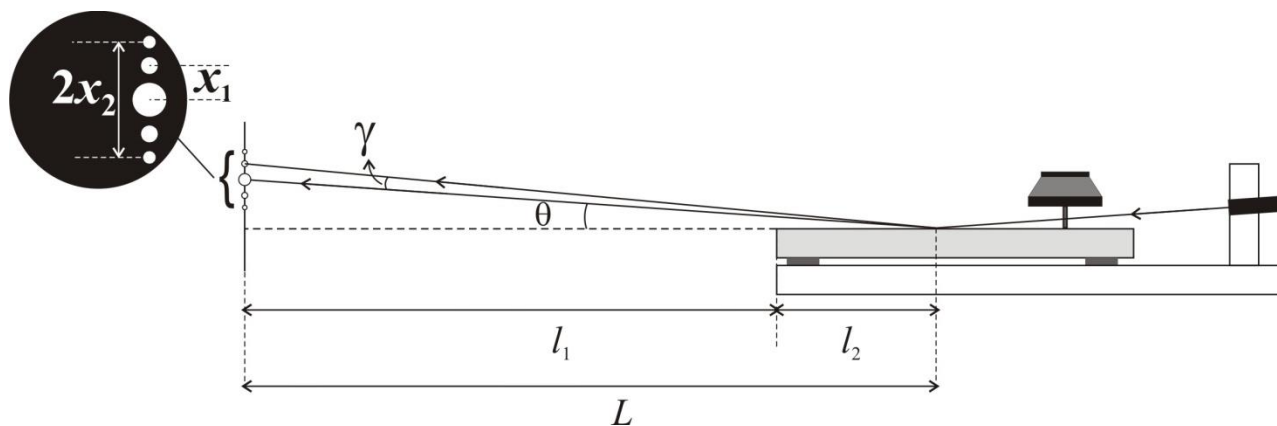

Рис. 19: Схема установки
Угол γ — это угловое расстояние между центральным максимумом и максимумом первого порядка (Рис. 19).
3. Установите частоту синусоидального сигнала равной 60 Гц подберите его амплитуду так, чтобы максимумы дифракционной картины первого и второго порядков были хорошо видны (увеличено на Рис. 19).